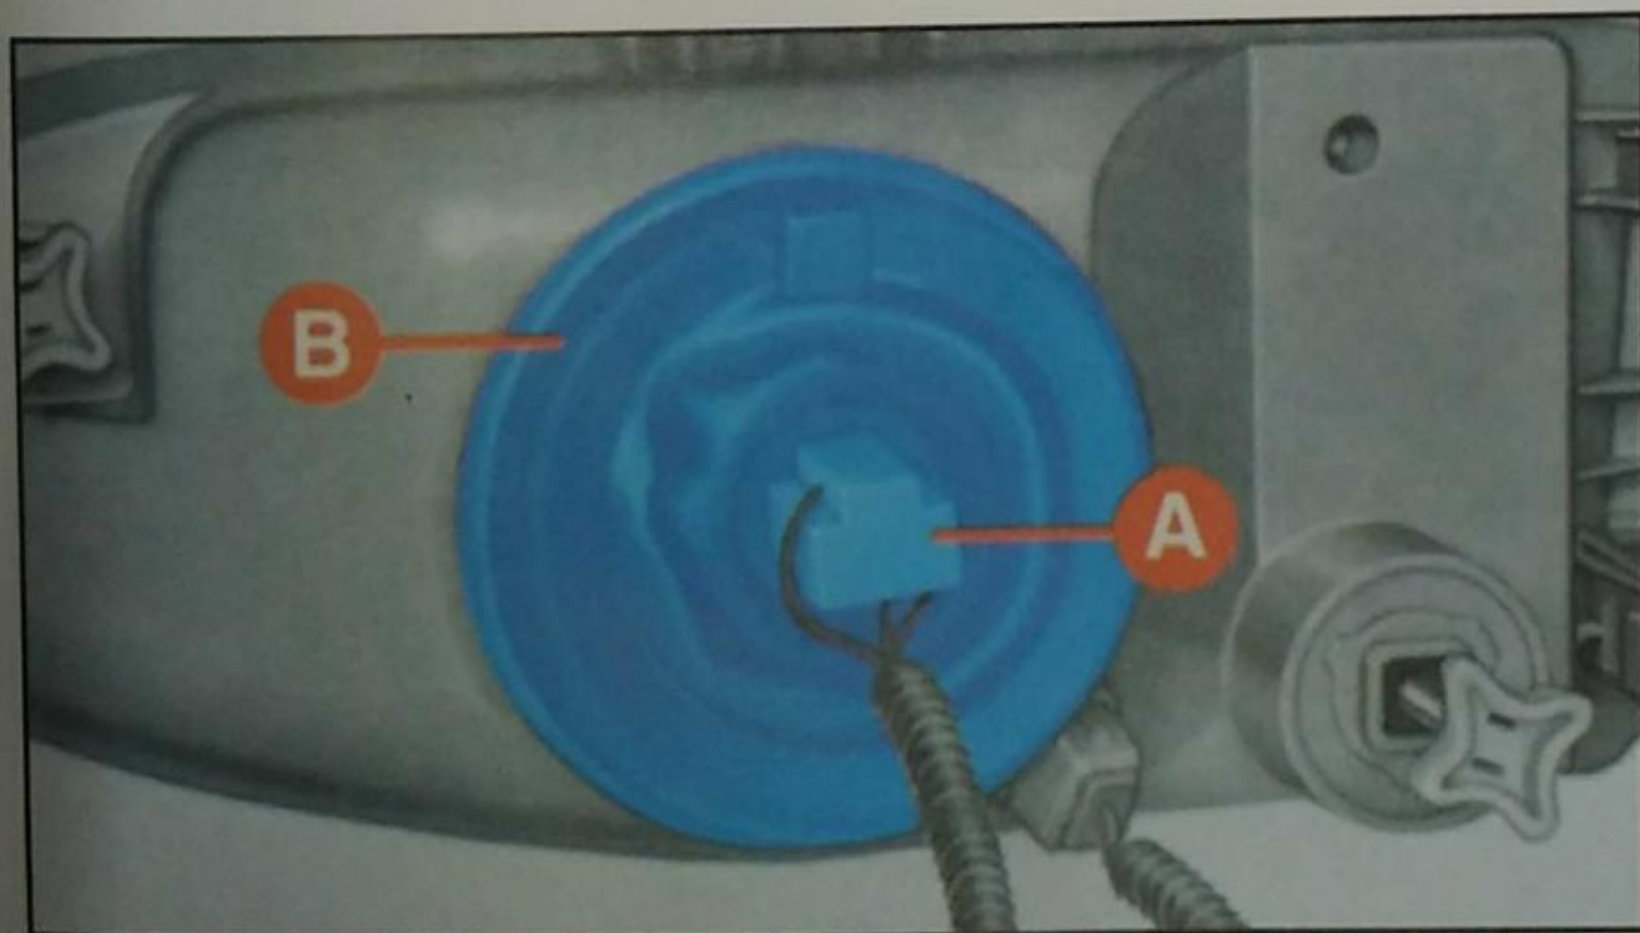

Fig. 12
1) Primero, soltar el conector **A**-fig. 12 y después la protección de goma **B**.